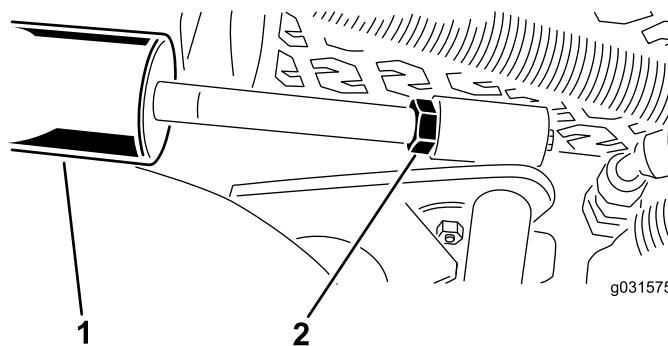

Bild 17
- Senken Sie die Mähwerke ab und drehen Sie die Klemmmutter am Zylinder heraus (Bild 17).